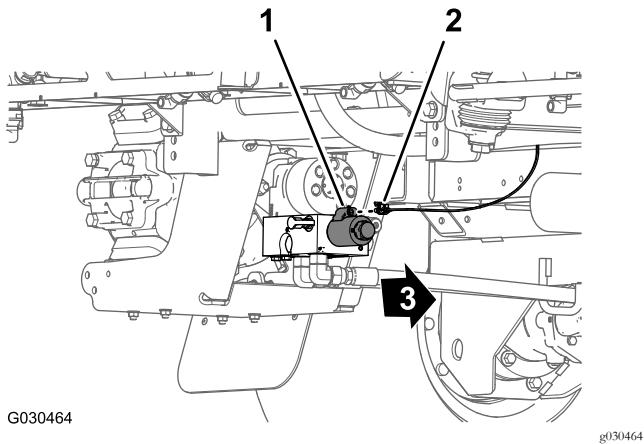

Figura 116
- Nella parte posteriore della macchina, all'interno della pompa dell'irroratrice, collegate il connettore a 2 prese della diramazione da 86 cm (34 poll.) del cablaggio preassemblato posteriore al connettore a 2 pin del relè della pompa (Figura 116).